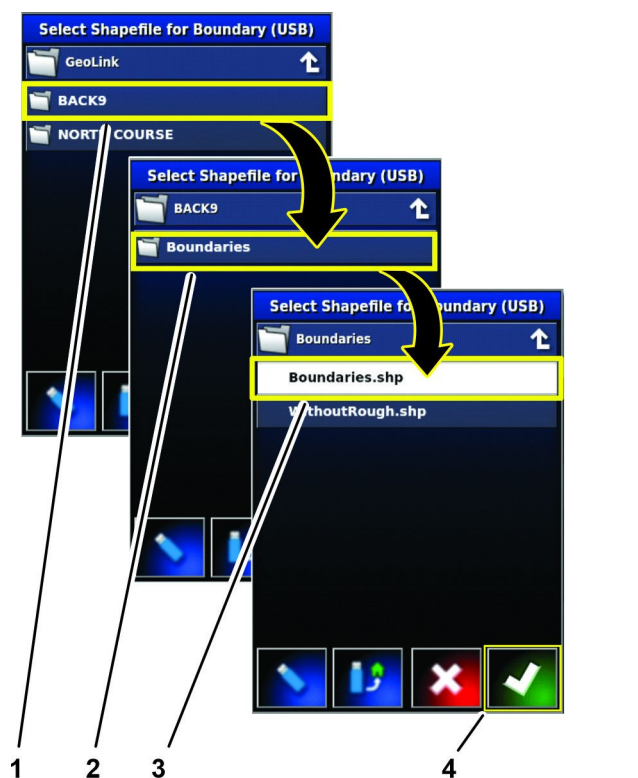

Figure 76
8. Appuyez sur les icônes de répertoire (Figure 76) pour naviguer jusqu'à l'information de champ que vous avez exportée à l'opération 4 de la section Exportation des limites de champ (page 31).
9. Appuyez sur l'icône LIMITES, puis sur l'icône LIMITES.SHP et enfin sur l'icône de confirmation (Figure 76).